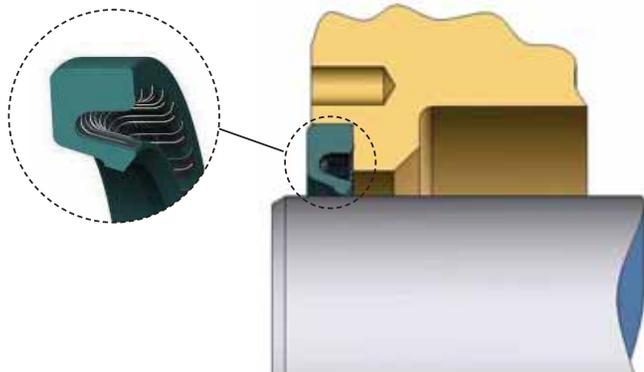

图 18 — 安装后的剖分式油封
- 5, 油封完全安装到轴承座里后, 油封将突出轴承座表面 0.015"(0.381mm), 如图18所示。